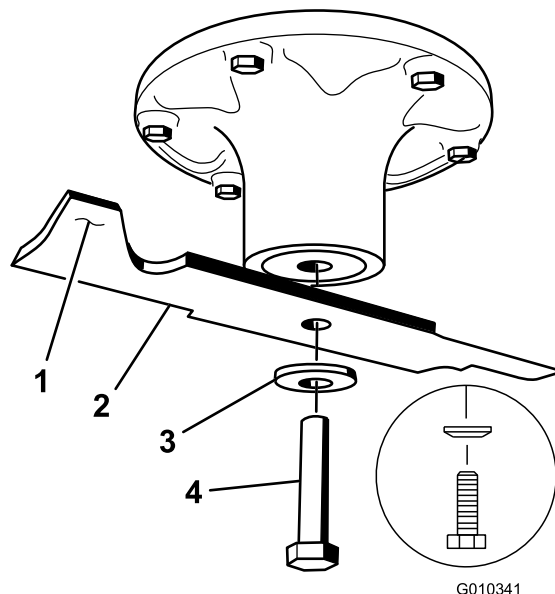

Figure 59
Tenez la lame par son extrémité avec un chiffon ou un gant épais. Enlevez de l'axe, le boulon, la rondelle bombée et la lame (Figure 59).
relevée seulement (Figure 59). Répétez la procédure jusqu'à ce que la lame soit équilibrée.
1. Placez la lame sur l'axe (Figure 59).
2. Installez la rondelle élastique et le boulon de la lame. Le côté bombé de la rondelle élastique doit être dirigé vers la tête du boulon (Figure 59). Serrez le boulon à un couple de 135 à 150 Nm (100 à 110 pi-lb).